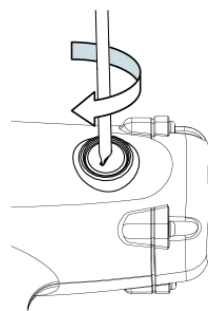

Fig. 6
- Bloccare il pannello della spazzola in carbonio in senso orario utilizzando una punta scanalata (Fig. 6).